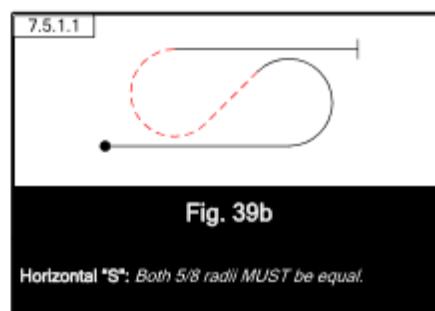

Fig. 39b
Les "S" horizontaux peuvent être décrits comme deux demi-huit cubains joints ensemble en partageant une même ligne à 45 degrés. Dans ces figures, les deux 5/8ème de boucle doivent avoir le même rayon (Fig. 39b). Lorsque la portion de boucle de la figure est immédiatement précédée (à l'entrée) ou suivie (à la sortie) d'un ou de plusieurs tonneaux, il ne doit y avoir aucune ligne visible entre le tonneau et la boucle. Réaliser une portion de ligne sera pénalisé d'une déduction d'au moins deux (2) points en fonction de la longueur de la ligne réalisée.